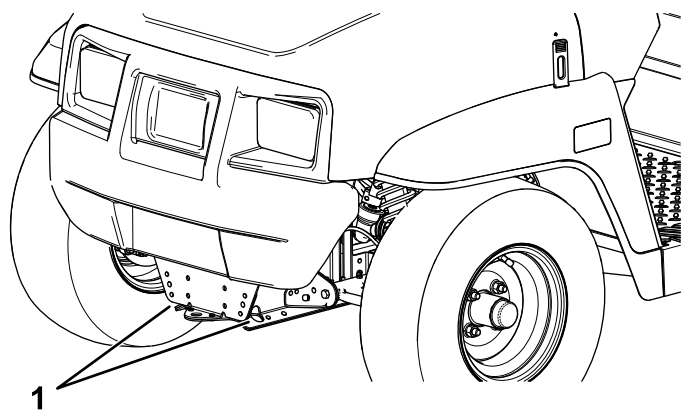
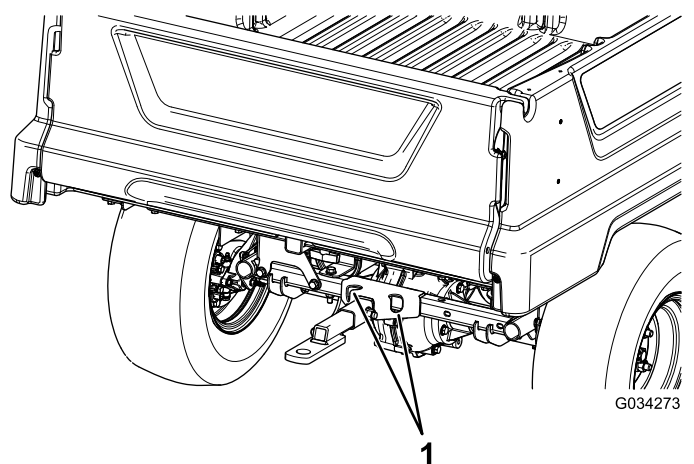

図 19
図 20
ロープがけポイントについては図 19 と 図 20 を参照してください。
2. 機体前部にある牽引トングにロープなどの牽引索を取り付ける 図 19。